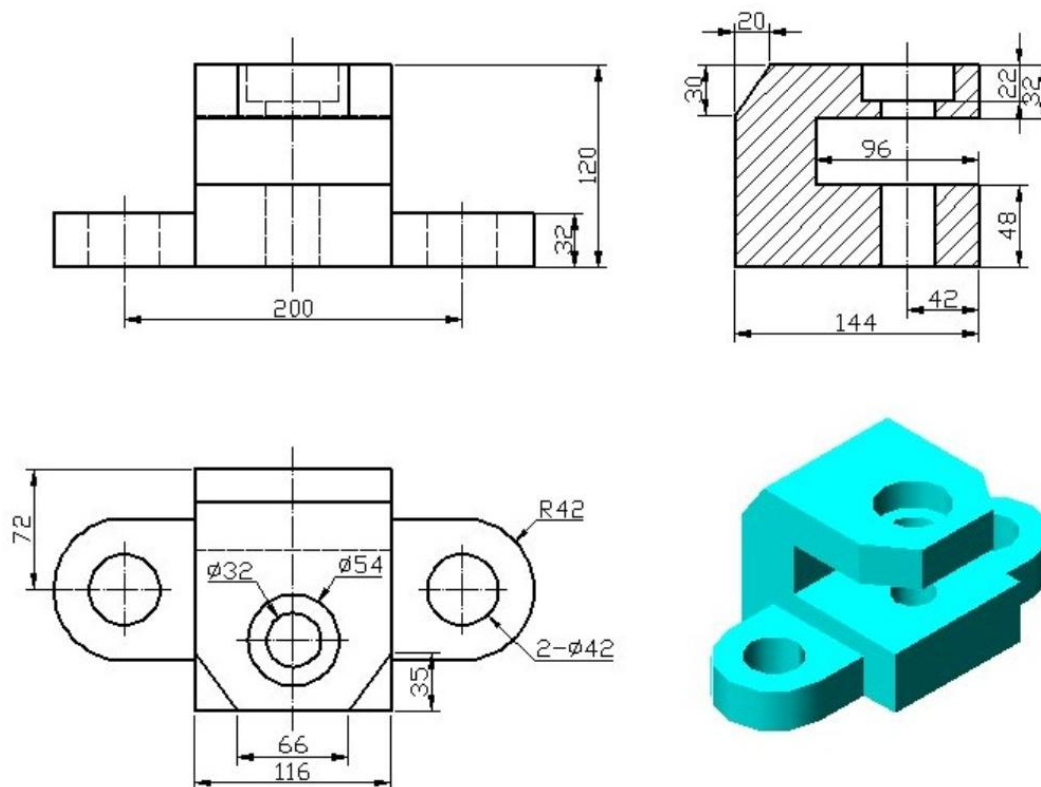

图 J1-2 三维零件 2
- ① 在盘下建立考生文件夹，文件夹名称为“场次-工位号”，所有文件必须保存在考生文件夹中，否则记零分；
- ② 文件名称为“J1-2”，保存在考生文件夹中；
- ③ 根据图 J1-2 所示尺寸完成三维建模；
- ④ 隐藏草图和创建的基准平面；
- ⑤ 考试过程中注意保存，考核结束时考试应立即停止操作，不得关闭电脑，离开考场。